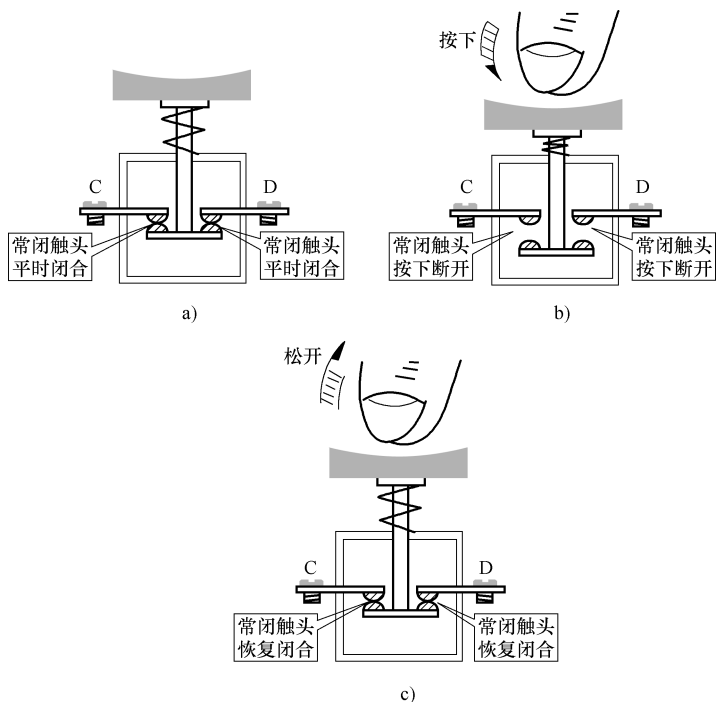

图 1-43 按钮常闭触头的动作过程
2) 常闭按钮: 如图 1-43 所示, 常闭按钮有一对常闭触头 C、D, 常闭触头与常开触头的动作相反, 即不按按钮时, C、D 触头闭合; 按下按钮, C、D 触头断开, 即动 (按动) 则断, 所以常闭触头又称为动断触头。